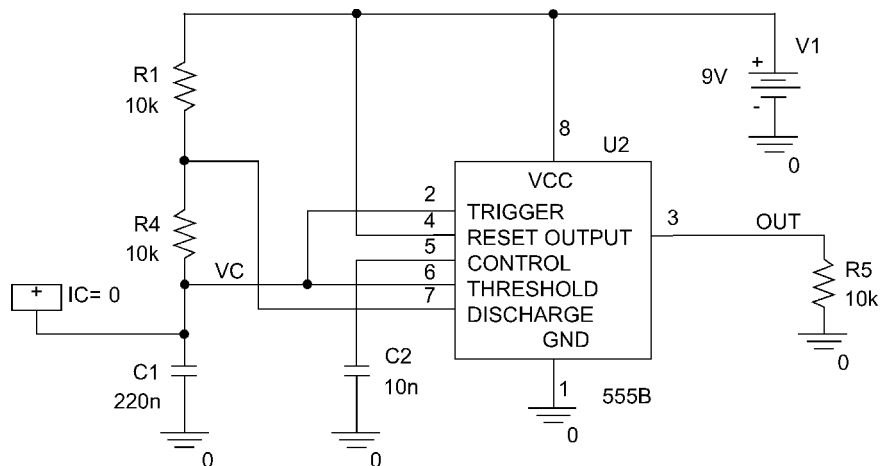

图 19.6 NE555 时钟振荡器
1. 创建新仿真项目，名称为 Clock Oscillator。重命名 SCHEMATIC1 为 clock，绘制如图 19.6 所示的电路图。芯片 555 选自 anl\_misc 元件库。555 有三种型号：555alt、555B 和 555C，每种型号的引脚布局都不一样。仿真时利用 IC1 对电容 C1 进行初始值设置，IC1 保存在 special 元件库中。